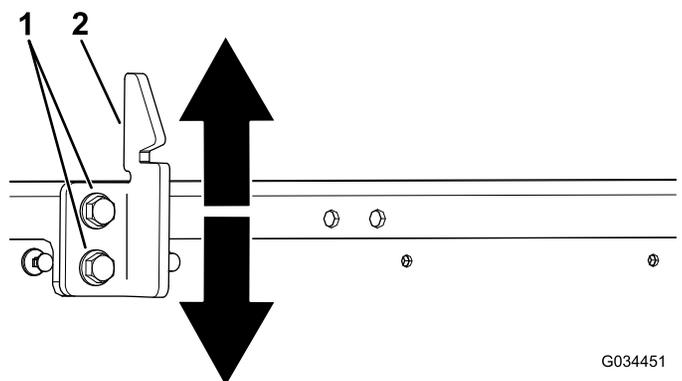

図 67
3. 荷台のラッチストライカのボルト2本をゆるめて、ストライカの上下位置を調整する 図 67。
4. ラッチストライカのボルト2本を締め付ける 図 67。